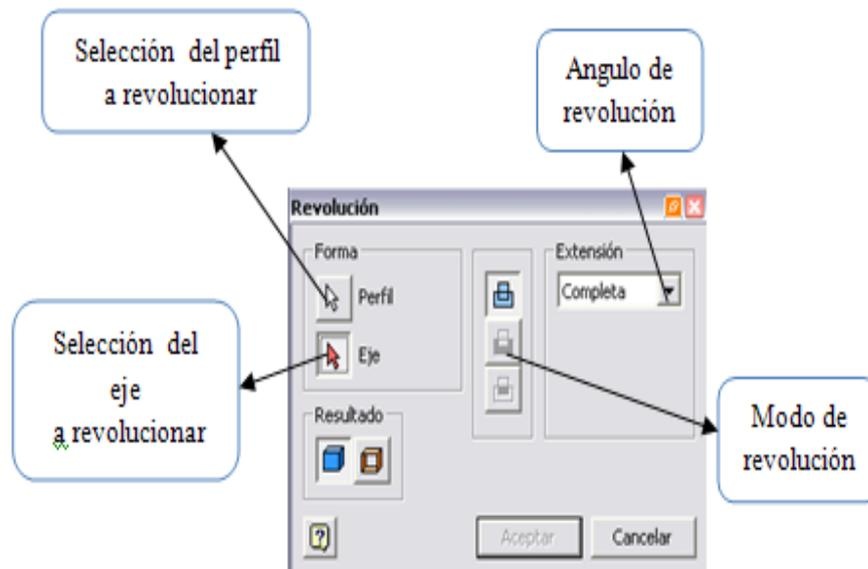

Figura 29. Ventana modo revolución.
4.2. Revolución: Representada mediante la figura  **Revolución**. Utilice la herramienta Revolución de la barra del panel **Pieza - Operaciones** para crear una operación girando uno o varios perfiles de boceto alrededor de un eje. Si ésta es la primera operación, será la operación base. Ver indicaciones en la figura 29.